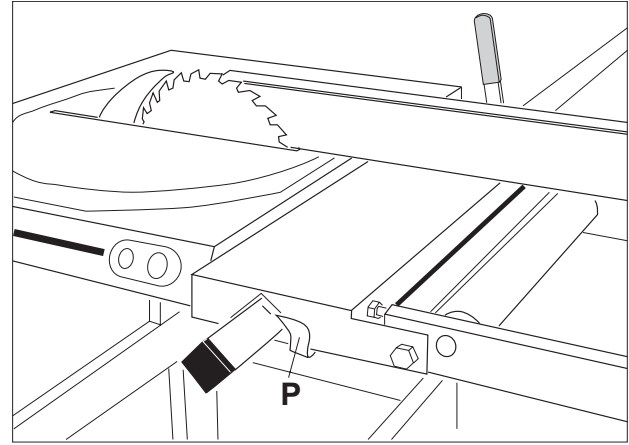

Fig. 7
- Vrid svängskivan till 90°, och dra anhållet intill sågklingen. Justera visera P så att den visar 0 på styrskenan (fig. 7).
- Frigör hävarmen genom att lossa låsskruven (fig 7). Bladet kan nu höjas och sänkas. Bladet låses i önskad höjd genom att dra åt låsskruven.
- Lyft sågbladet lite högre än tjockleken på materialet som skall klyvas och lås. (fig 7.)